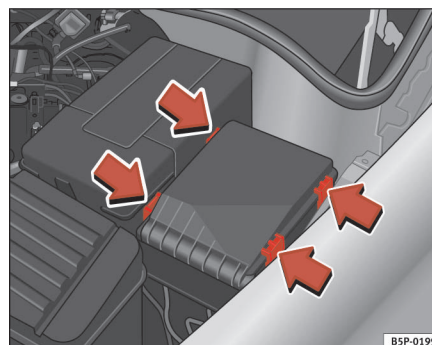

Fig. 183 Afdækning til sikringer i motorrummet ▶
- Frigør afdækningen til sikringerne i motorrummet ved hjælp af tapperne, der skal trykkes mod afdækningens midte ⇒ **fig. 183**.